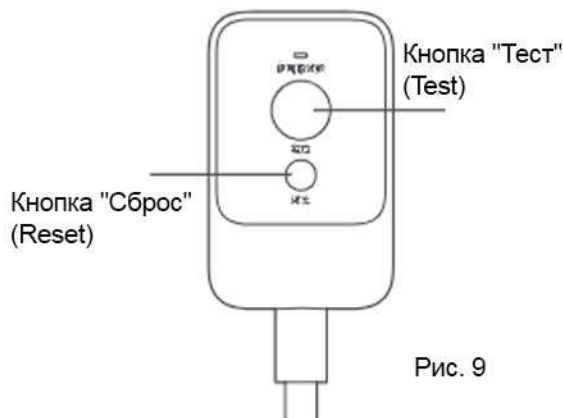

Рис. 9
2. Включите вилку устройства защитного отключения (УЗО) в розетку (см. Рисунок 9).